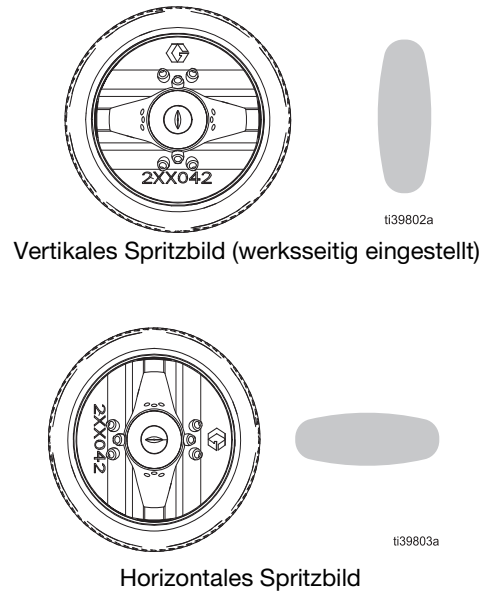

ABB. 9: Spritzbildpositionen
6. Die Luftkappe (8a) in die Position für das vertikale oder horizontale Spritzmuster drehen. Siehe ABB. 9.
Der Ausrichtstift der Luftkappe (8e) ist werksseitig auf die vertikale Spritzbildposition eingestellt. Siehe ABB. 9